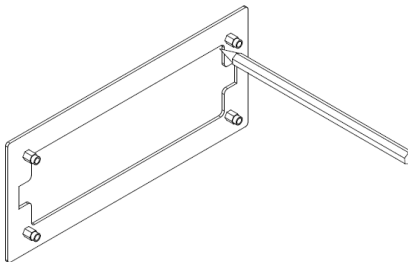

Figure 21 - Tracer la découpe
- Une fois choisi l'endroit où sera installé l'afficheur, vous devez creuser le mur en utilisant la partie extérieure du support de l'afficheur comme gabarit. Le positionner sur la cloison, en veillant à ce qu'il soit de niveau, et tracer la découpe à l'aide d'un crayon comme représenté sur la Figure 21.